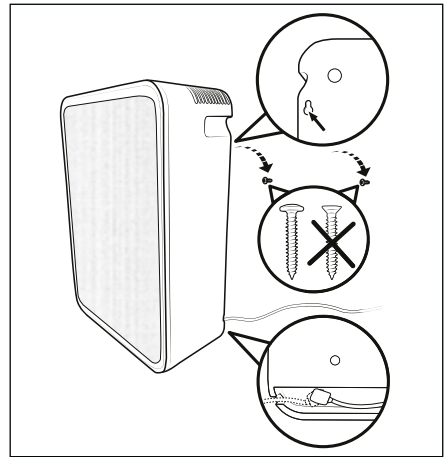

Fig. 4
- ◆ Atornille un tornillo de cabeza redonda en cada uno de los dos tacos. Deje que los tornillos de cabeza redonda sobresalgan unos 5 mm de los tacos para que haya suficiente espacio para colgar el aparato (consulte la fig. 4).
- ◆ Conecte el conector coaxial del adaptador de red ❶ en la conexión ❷ del aparato (consulte la fig. 4).
- ◆ Cuelgue el aparato con los dos orificios para colgar en los dos tornillos de cabeza redonda (consulte la fig. 4).
- ◆ Levante el aparato ligeramente para retirarlo de la pared. Introduzca el cable del adaptador de red ❸ hacia fuera por la ranura para el cable del lado izquierdo o derecho del aparato (consulte la fig. 4).